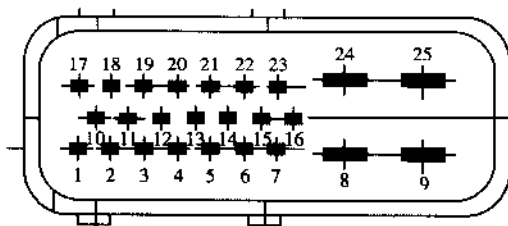

图 8.5 桑塔纳汽车 ABS ECU 插头端子代码
- ① 检查各车轮转速传感器有否漏装和损坏现象。
- ② 将 ABS ECU 插头拆下, 用万用表分别检测插头上各传感器相应端子间的电阻值, 如图 8.5 所示, 各轮传感器测量端子分别为: 左前轮 4—11; 右前轮 3—18; 左后轮 2—10; 右后轮 1—17。各电阻值皆应在 $1.0\text{k}\Omega \sim 1.3\text{k}\Omega$ 范围内, 如一切正常则可确定 ABS ECU 损坏, 应予以更换。
① 用 V.A.G1552 检查 ABS ECU 软件编码是否正确 (正确值应为 04505), 若不正确应使用 V.A.G1552 重新编码 (见前章)。
② 若编码正确则检查 ABS 线束端子接头 (见图 8.5 中 6-22 端子) 是否导通, 不导通应修理线束。
③ 如果上述部位一切正常, 应参照偶发性故障检查。
① 首先检查 ABS 的 30A 熔丝, 烧断更换。
② 若熔丝未断, 则断开 ABS 电线束与 ECU 的连接, 打开点火开关, 用万用表测量 ECU 插头上下列端子间的电压: 8-9、8-23、24-25 (见图 8.5)。这几对端子间电压标准值都应在 9.5V~16.5V 之间, 若无异常则可断定 ABS ECU 损坏, 须更换 ECU。
③ 如果各端子间电压不正常, 检查 ABS 线束插头是否有损坏等异常, 并进行修理。
④ 如果插接件无异常, 重新测试故障码, 观察故障是否再现, 如故障仍然存在, 可能是蓄电池电压过低所致, 应检查蓄电池电压。如果故障现象消失, 属于偶发性故障, 应参照偶发性故障检查。
(11) 故障码为 01130 时的检查。